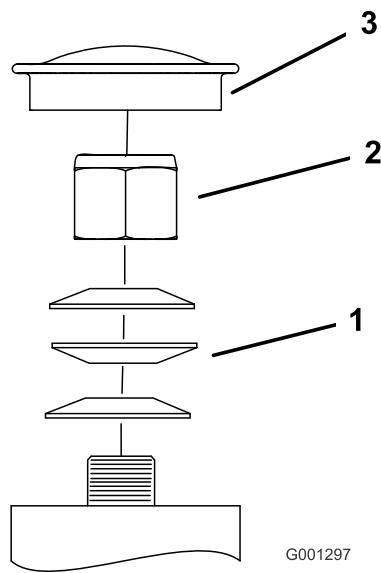

Figura 62
3. Retire el tapón anti-polvo de la rueda giratoria y apriete la contratuerca (Figura 62).
4. Apriete la contratuerca hasta que las arandelas de muelle estén planas, luego afloje 1/4 de vuelta para establecer la pre-carga correcta de los cojinetes ( ). Figura 62
**Importante:** Asegúrese de que las arandelas de muelle están correctamente instaladas, según se muestra en Figura 62.
5. Coloque el tapón antipolvo (Figura 62).